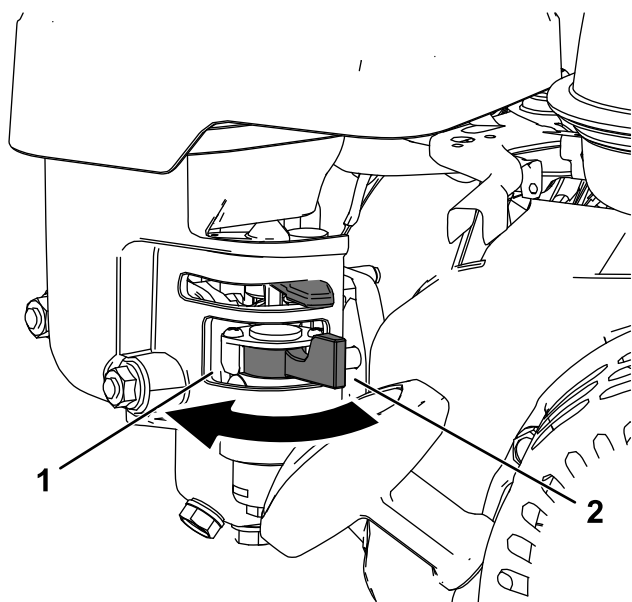

图21
- 要打开燃油阀请将燃油切断阀手柄转向反冲启动手柄图21。
- 要关闭燃油阀请将燃油切断阀手柄转离反冲启动手柄图21。